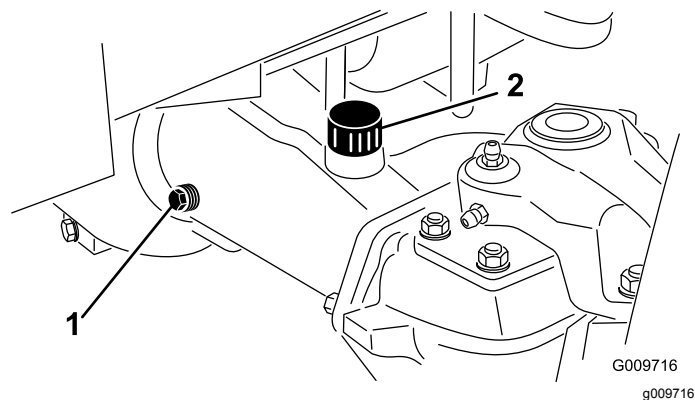

Рисунок 58
2. Снимите контрольную пробку с одного конца моста и убедитесь, что масло доходит до низа отверстия (Рисунок 58).